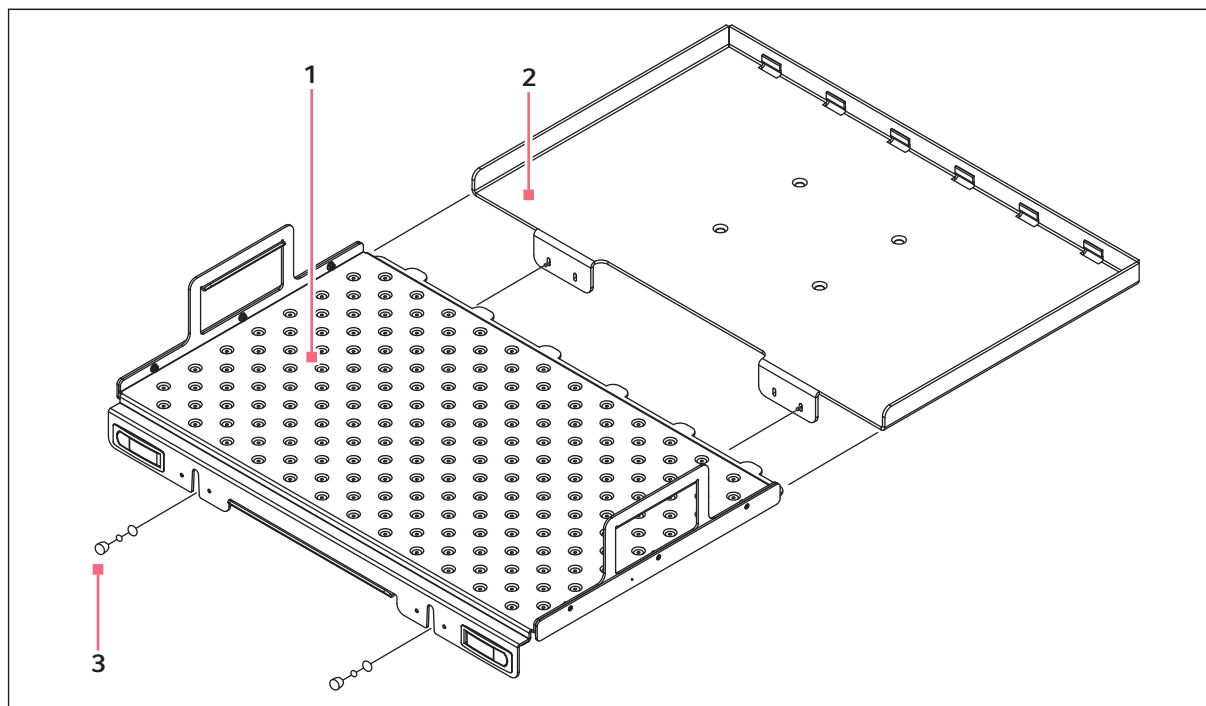

Abb. 4-16: Plattform installieren
4. Setzen Sie die Plattform mit den seitlichen Griffen (siehe Abb. 4-16 auf S. 34) auf die Führungsleisten in der Fläche der geöffneten Tür.